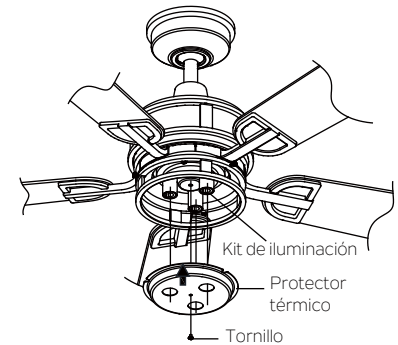

Fig. 24
Paso 5. Debe alinear el orificio del tornillo ubicado en el orificio central del kit de iluminación y el protector térmico. Pase las tres tomas del kit de iluminación sobre los orificios más grandes en el protector térmico, apriete con fuerza el tornillo que retiró previamente en el paso 1 (Fig. 24)